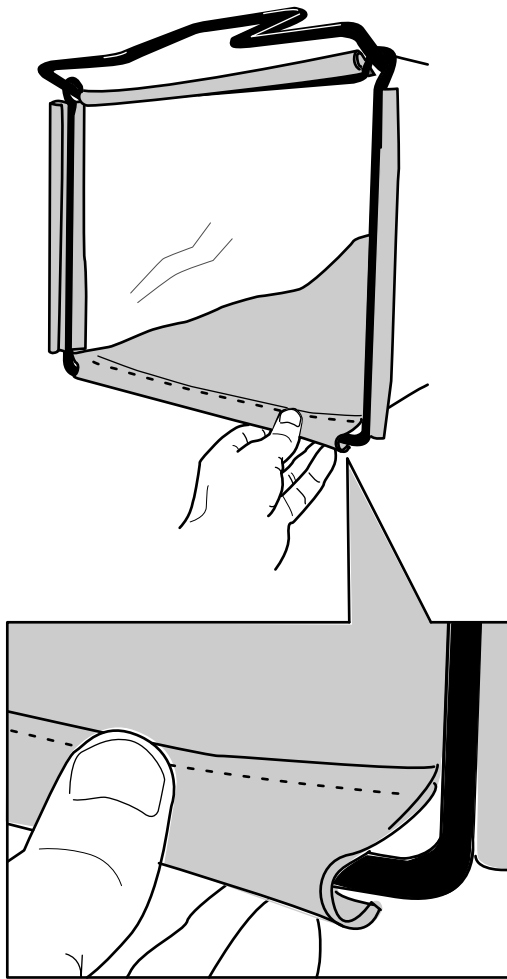

Figura 7
2. Agganciate il canale inferiore del cesto sul fondo del telaio (Figura 7).
3. Agganciate i canali superiore e laterali del cesto rispettivamente sulla parte superiore e quelle laterali del telaio (Figura 7).